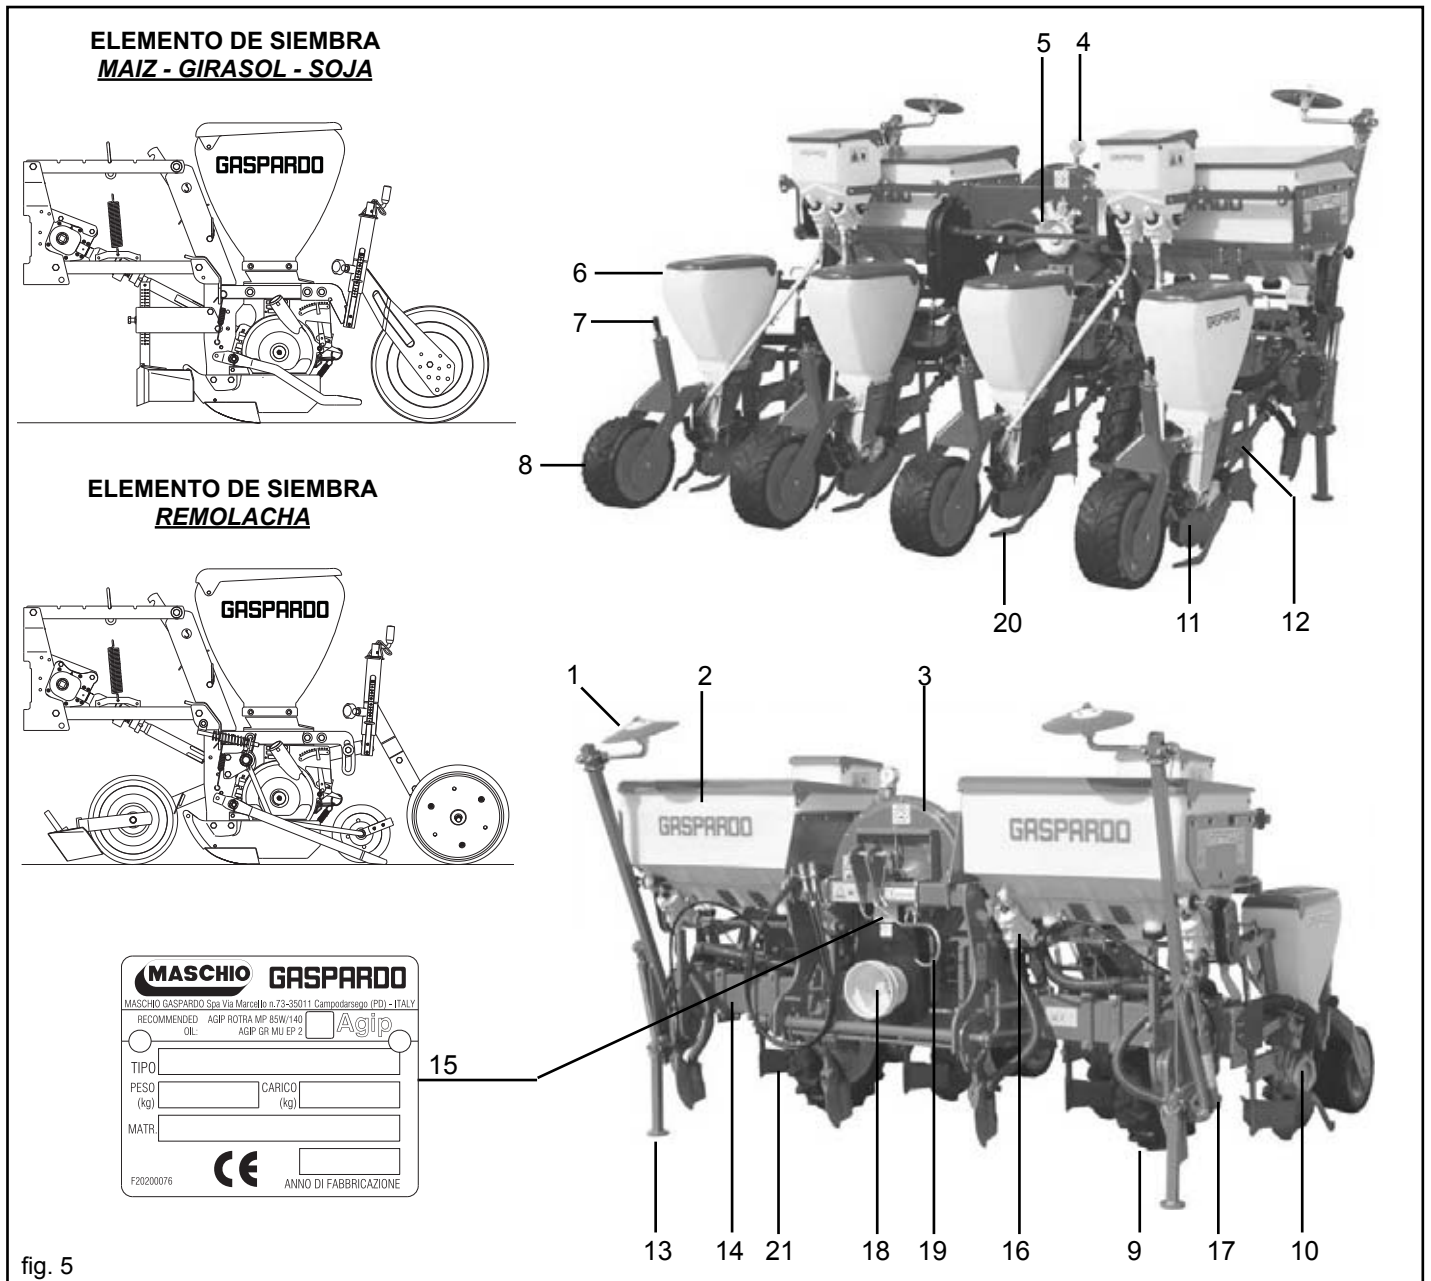

fig. 5
**3.2 DISEÑO GENERAL (Fig. 5)**